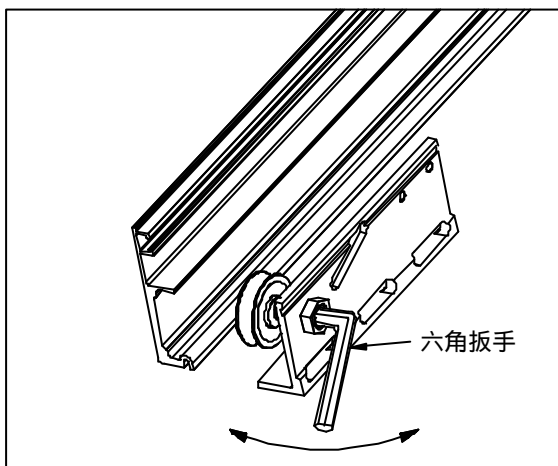

图 4
将承载轮安装到吊架的圆孔上（承载轮与轮轴为偏心轮设计，安装时应注意使承载轮处于最高位置），将防跳轮安装到吊架的长孔上，注意防跳轮扁轴与长孔的配合关系。两个轮都应位于吊架 L 形的内侧，承载轮应紧固，而防跳轮不需紧固，应能在吊架的长孔中沿长孔滑动（见图 4）；
- B. 用 6mm 内六角扳手旋转调整承载轮的位置以调整滑动门扇的倾斜（见图 4）；